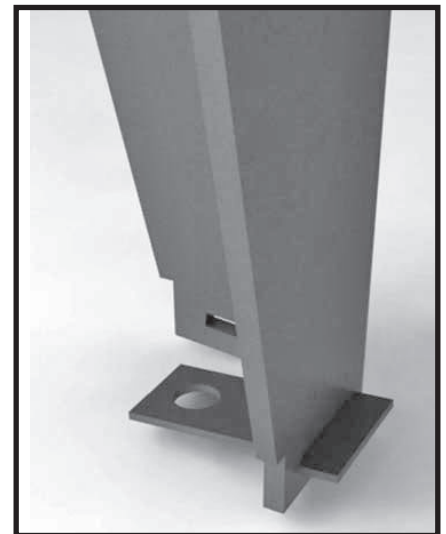

Figure 16: Onglet de fixation pour les maisons mobiles.
2. Le poêle doit être fixé à l'armature métallique de la maison mobile à l'aide de vis à compression. Les vis peuvent être insérées dans les trous du piédestal ou des pieds (Figure 16)